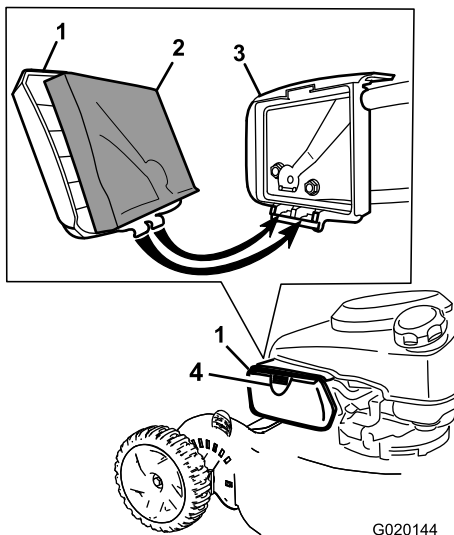

Figura 20
2. Premete il pulsante sul coperchio del filtro dell'aria (Figura 20) e aprite il coperchio.